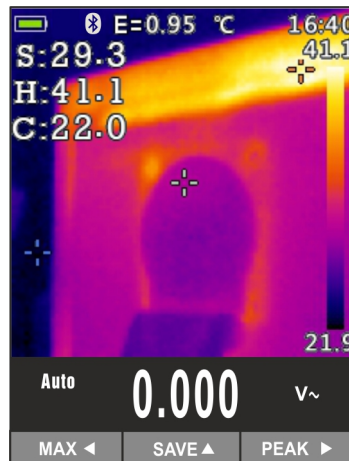

Abb. 45: Speichern von IR Bildern
9. Drücken Sie die Taste **HOLD/REL**, um das Ergebnis im Display einzufrieren. Die Meldung "HOLD" erscheint im Display und die Taste **SAVE ▲** (siehe Abb. 45)